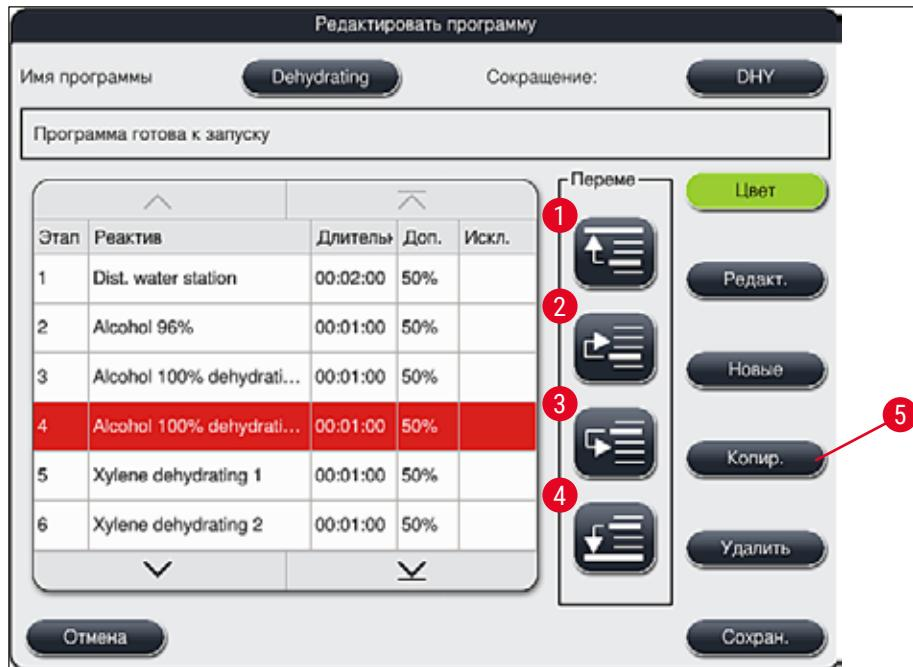

Рис. 49
- На экране открывается окно **Редактирование программы** (→ "Рис. 49").
- При нажатии кнопки Сохранить (\rightarrow "Рис. 49") изменения принимаются. Для отмены изменений нажмите кнопку Отмена.